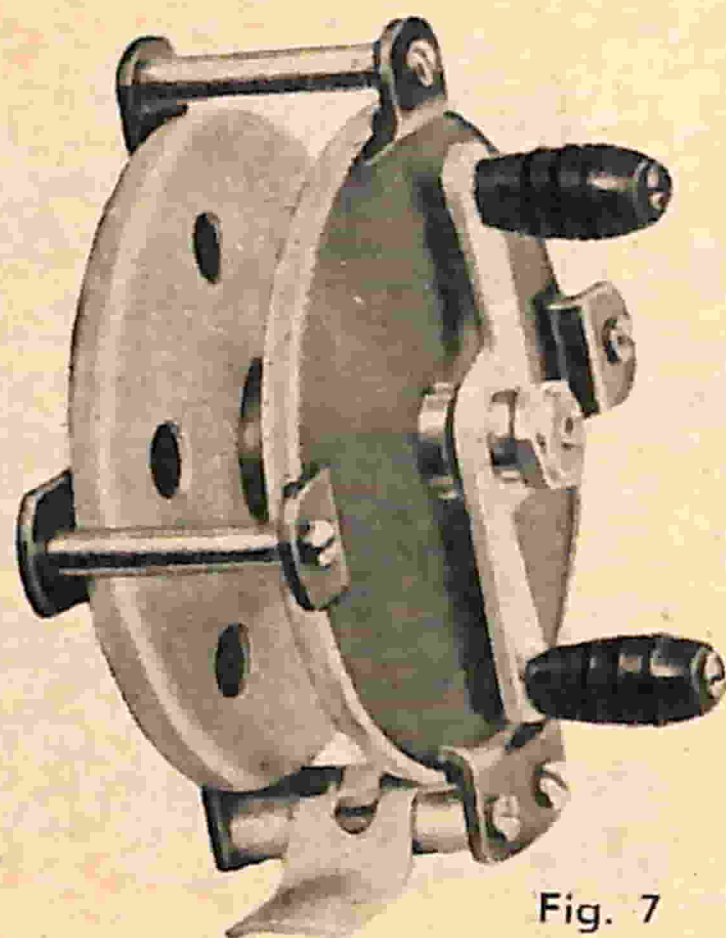

Fig. 7
**via Pinelli 12/ C - Torino (605)**
**Fig. 7 - Mulinello da lancio e fondo.** Il modello è provvisto di demoltiplicatore a rapporto di recupero 1/4 (a un giro della manovella corrispondono 4 giri della bobina) e completo di frizione e freno.